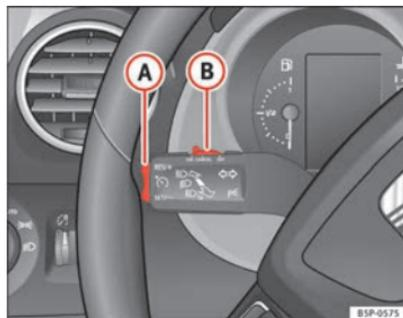

Abb. 147 Blinker- und Fernlichthebel: Schalter und Wippe für die Geschwindigkeitsregelanlage
- Schieben Sie den Schalter ⇒ Abb. 147 (A) nach links auf **ON**.